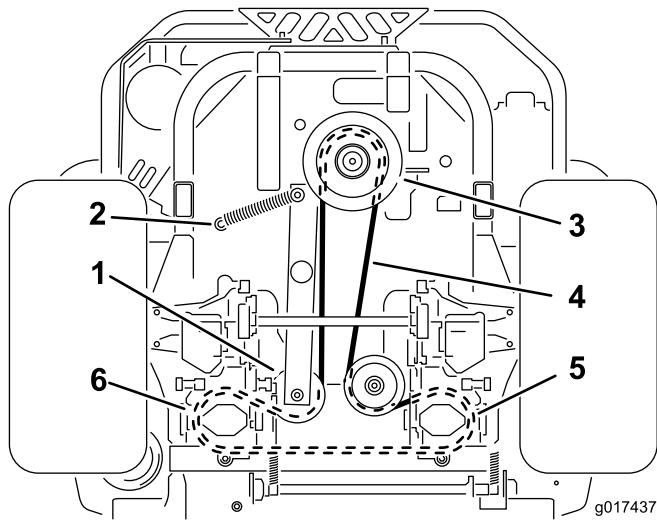

図 59
4. 機体をもち上げて、ジャッキスタンドで支える（図 59）。
6. ポストからアイドラスプリングを取り外す（図 59）。